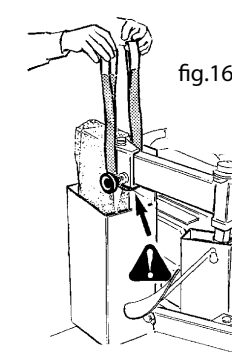

fig.16
- Dotarsi di una fascia di sollevamento di mt.1 modello DR 50 -fattore di sicurezza 6:1. Avvolgere la fascia attorno al braccio a bandiera (fig.16)
- Make use of a 1 m hoisting strap model DR 50 - safety factor 6:1. Wrap the strap around the movable arm (fig.16)
- se munir d'une bande de levage de 1 mètre modèle DR 50 -facteur de sécurité 6:1. passer la bande autour du bras en drapeau (fig.16)
- Ein Hebeband von einem Meter Länge Modell DR 50, Sicherheitsfaktor:6:1 besorgen. Das Band um den Schwenkarm wickeln (Abb. 16).
- Procúrese una correa de levantamiento de m. 1 modelo DR 50 - factor de seguridad 6:1. Arrolle la correa al brazo oscilante (fig. 16).